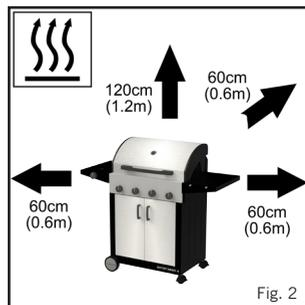

Fig. 2
- Sørg for, at apparatet anvendes på behørig afstand fra brandbare materialer. Minimum sikkerhedsafstande er 1,2 m over apparatet og 600 mm på bagsiden og siderne af apparatet (se fig. 2).